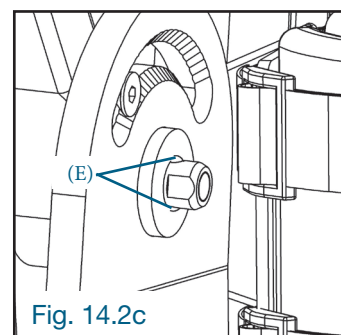

Fig. 14.2c
IMPORTANT: (Fig. 14.2c) Pour un enclenchement sûr, les billes de détente (E) de l'essieu devraient dépasser à l'extérieur de l'axe récepteur d'essieu et la tige interne devrait être au même niveau que l'extrémité de l'essieu.